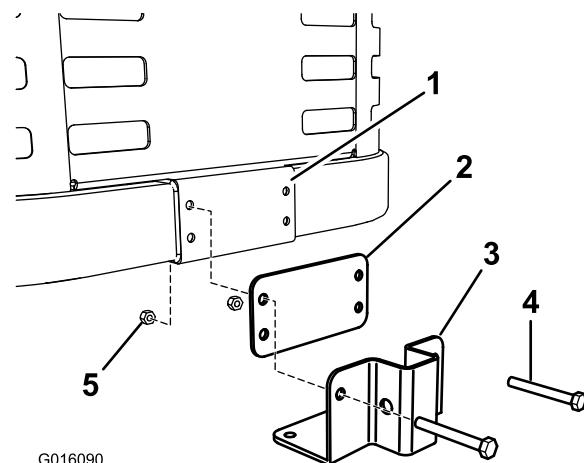

Figure 1
3. Fixez la plaque et le support au cadre avec 2 boulons (5/16 x 2-1/2") et 2 contre-écrous (5/16") (Figure 1).
2. Montez la plaque et le support sur le cadre de la machine comme illustré à la Figure 1.